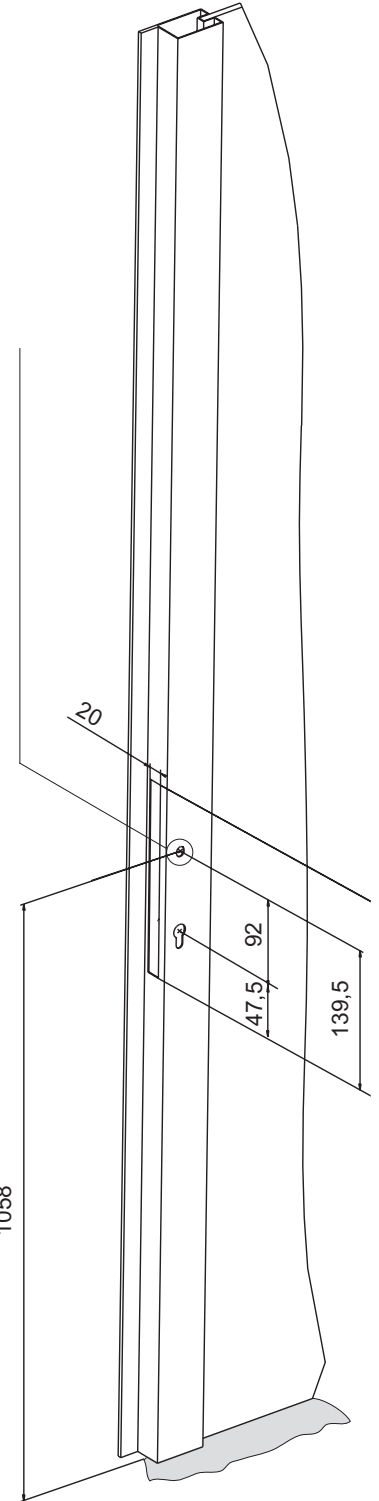

FIG. 10
a) Realice en el perfil las ranuras con las dimensiones indicadas en la Fig. 10.
**Advertencia:** Colocando el cuadrado de la manilla a 1058 mm de la base inferior del perfil (según lo indicado en la Fig. 10), la altura de la barra antipánico desde el suelo estará comprendida entre 900 y 1100 mm, según lo recomendado por la norma EN 1125:2008.